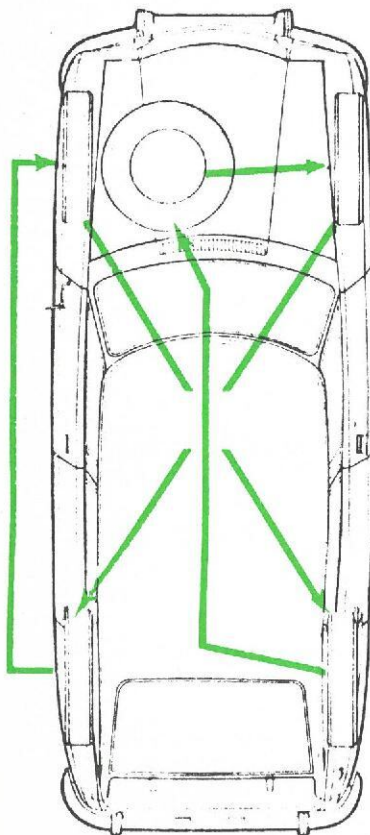

Fig. 26 - Krydsskiftning
Fig. 26 bis – Oliemålepind
- Ved efterfyldningen må maxi-mærket på oliepinde ikke overstiges. Afstanden mellem de to kontrolhak svarer til ca. 0,5 liter (fig. 26 bis)